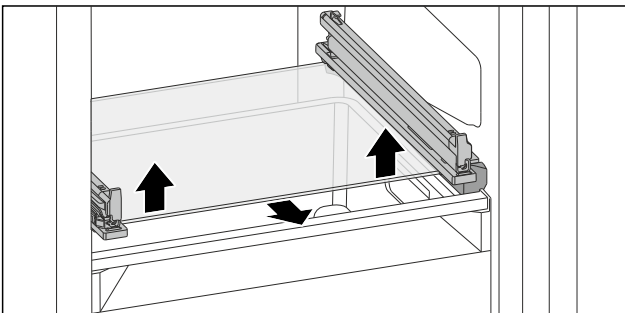

Fig. 140 Стеклоплатина откидного выдвижного ящика
- ▶ Нажмите на стеклоплатину снизу вверх с обеих сторон. (см. Fig. 140)